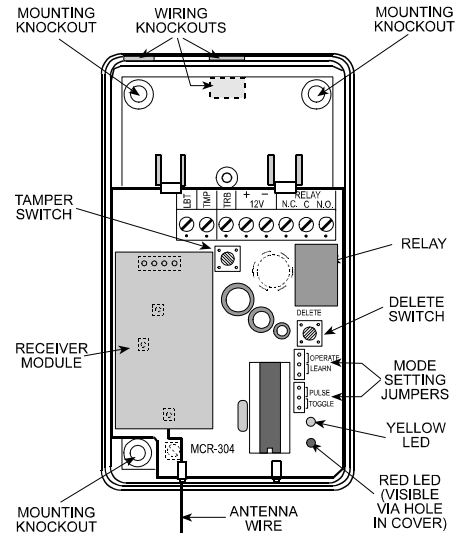

图 2. 前盖打开后的 MCR-304
结构图请参见图2。
- A. 将底座安装在安装面上并对固定螺丝位置做上记号(见图2安装孔)。